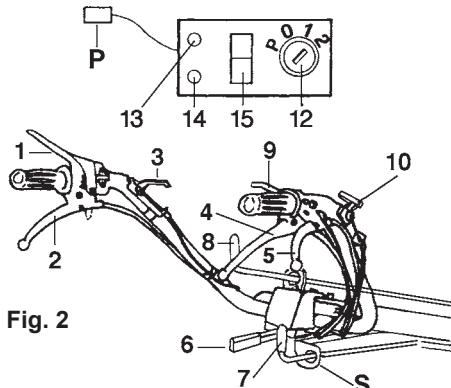

Fig. 2
BEDIENINGSHENDELS(Fig. 2)
De machines zijn met 2 aftakassen achteraan uitgerust, waarvan 1 onafhankelijke aftakas met 2 snelheden, 585 en 900 toeren/min, en 1 die met de versnelling gesynchroniseerd is. De onafhankelijke aftakas wordt bediend met hendel 7 (Fig. 2)
De motorploeg is voorzien van differentieel en differentieelblokkering. De differentieelblokkering wordt geactiveerd door hendel 3 (Fig 2) rechts op de stuurboom.
STUURHENDELS (Fig. 2)
- 3) Verwijder pook 7 (Fig. 2) uit zijn zitting S
4) Haal hefboom 10 over (Fig. 2) en draai de duwboom in tegenuurwijzerzin (naar links), zoals aangeduid in Fig. 7/B.
- Zet versnellingspook (8) in z'n vrij en schakel de aftakas uit (7) (Fig. 2).
- Laat de MOTORSTOPHENDEL (1) los. De motor is nu uit. Voer de aanvullende werkzaamheden uit zoals aangegeven in de handleiding Gebruik en Onderhoud van de motor.
TIJDELIJK UITSCHAKELEN VAN DE MOTORPLOEG (Fig. 2)
REMSEN VAN DE MOTORPLOEG (Fig. 2)